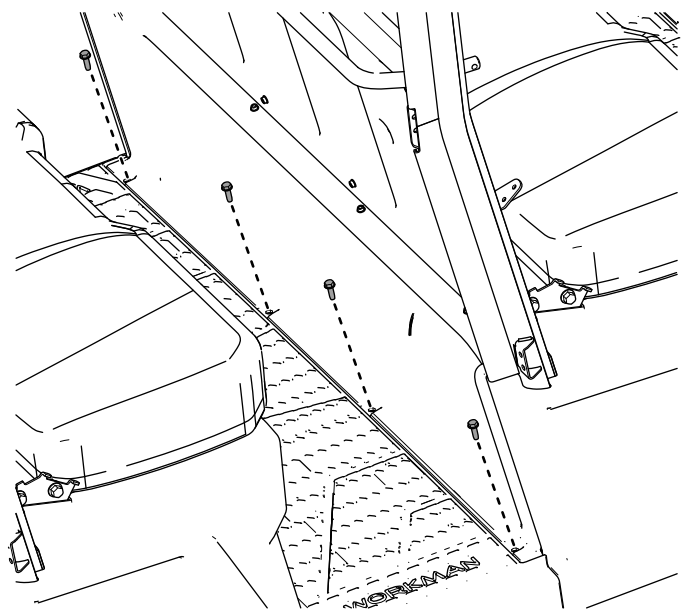

Figure 57
24. Fixez le bas du plancher à l'aide des 4 boulons à tête hexagonale à embase ( $\frac{5}{16} \times 1$  po) retirés précédemment, comme montré à la Figure 57.